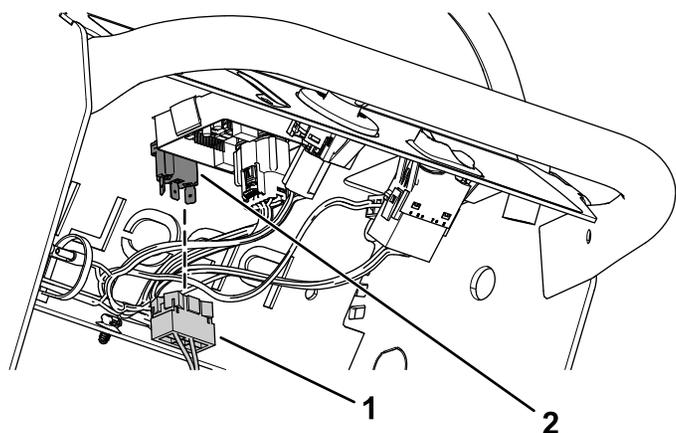

Figure 6
5. Branchez le connecteur au connecteur de l'interrupteur à bascule (Figure 6).